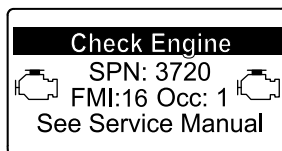

Figura 35
- Avvertenza motore SPN 3720, FMI 16 (Figura 35)